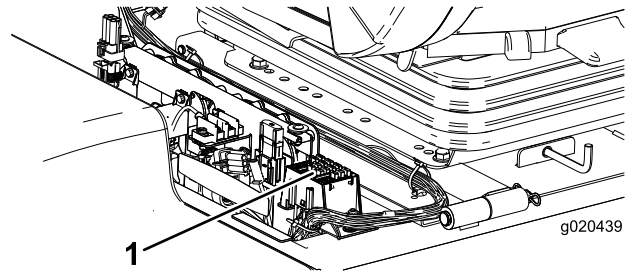

Bild 9
- Verlegen Sie den Kabelbaum unter der Zugmaschine zur Stromkonsole (Bild 9).